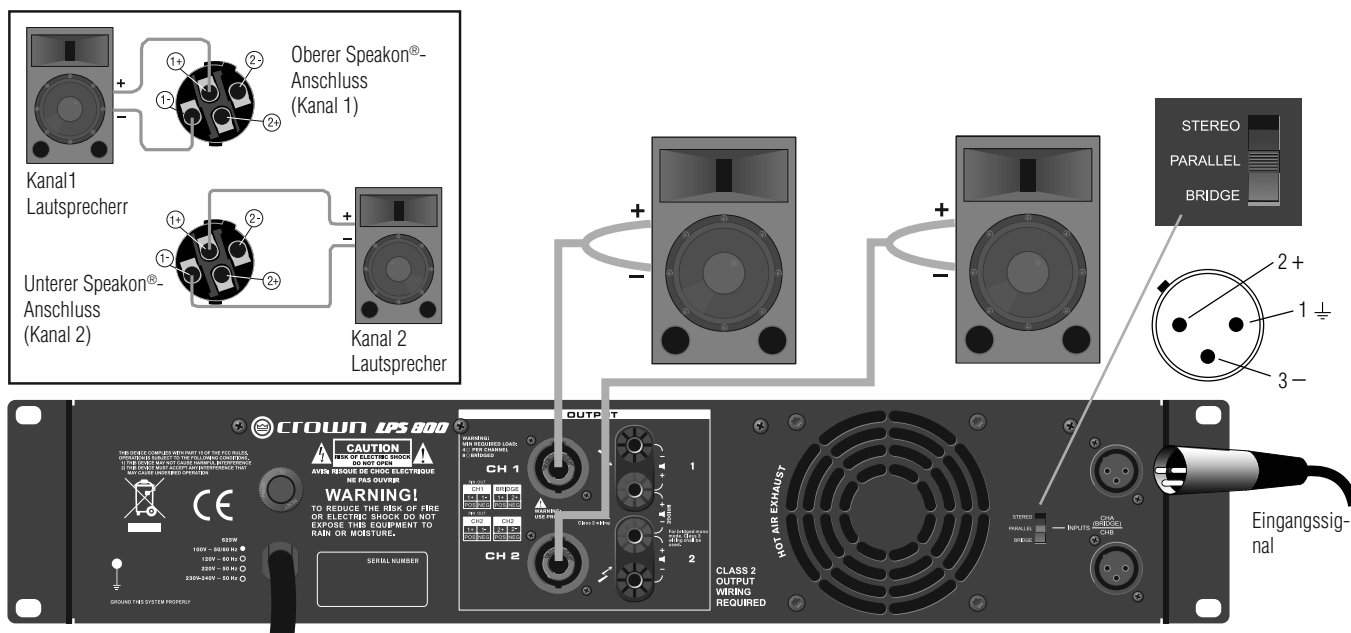

Abbildung 7: Parallele Verkabelung über die Speakon®-Anschlüsse
1. Siehe Abbildung 7. Stellen Sie den Betriebsmodusumschalter an der Rückplatte auf PARALLEL.